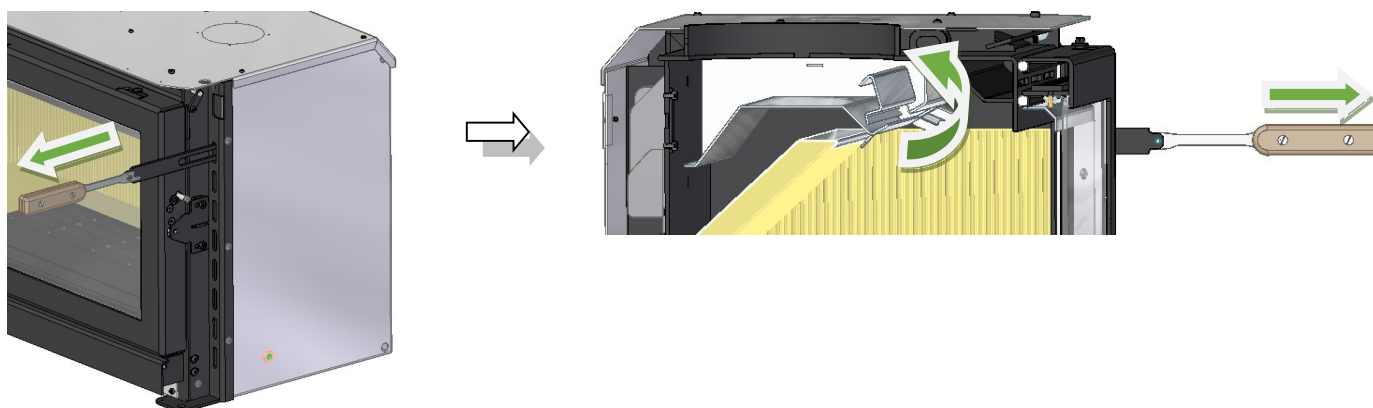
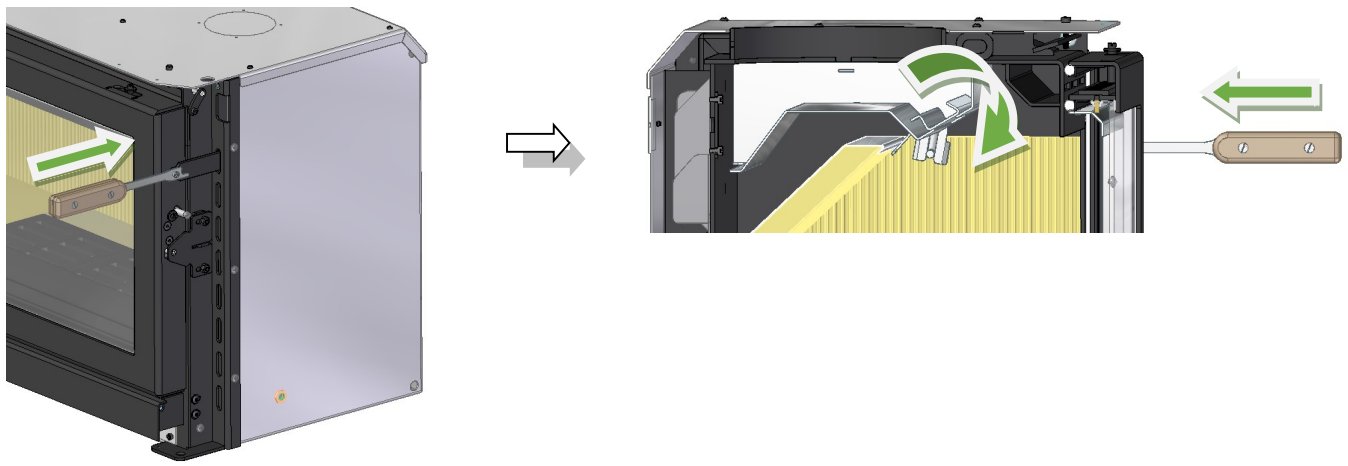

Figure 30 – Sortie d'air chaud secondaire
Figure 31 – Sortie d'air chaud secondaire
Il contrôle le passage/la sortie de la fumée lors de l'ouverture de la porte, c'est-à-dire que lorsque l'appareil est en fonctionnement et que vous voulez le remplir avec plus de bois de chauffage, avant d'ouvrir la porte, tirez la poignée vers vous. Cela permettra un passage plus important et plus facile de la fumée à travers le col de la cheminée, en évitant le retour de la fumée de l'équipement vers la pièce environnante, Figure 30 et Figure 31.
4. Ouvrez la commande d'admission d'air de combustion primaire, laissez la porte entrouverte pour permettre un allumage plus rapide et ouvrez le volet de fumée, Figure 30 ;